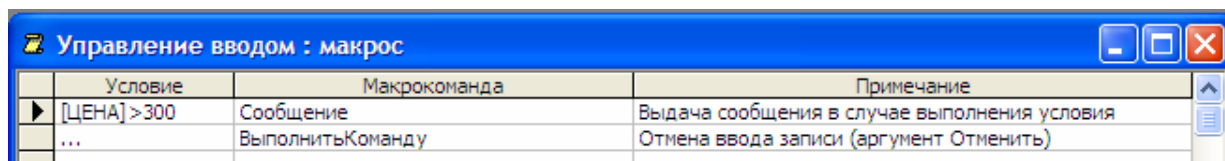

Рис. 42
6. Сохраните макрос командой *Файл / Сохранить* под именем *Управление вводом*. Вид этого макроса показан на рис. 42.